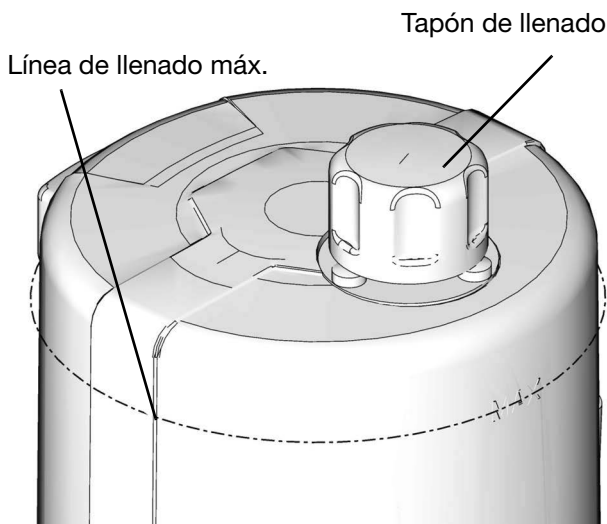

FIG. 25
- No llene en exceso (FIG. 25).
1. Quite el tapón de llenado (FIG. 25).
2. Vierta el aceite en el depósito hasta la línea de llenado máximo (FIG. 25).
3. Vuelva a poner el tapón de llenado y apriételo a mano de forma segura (FIG. 25).